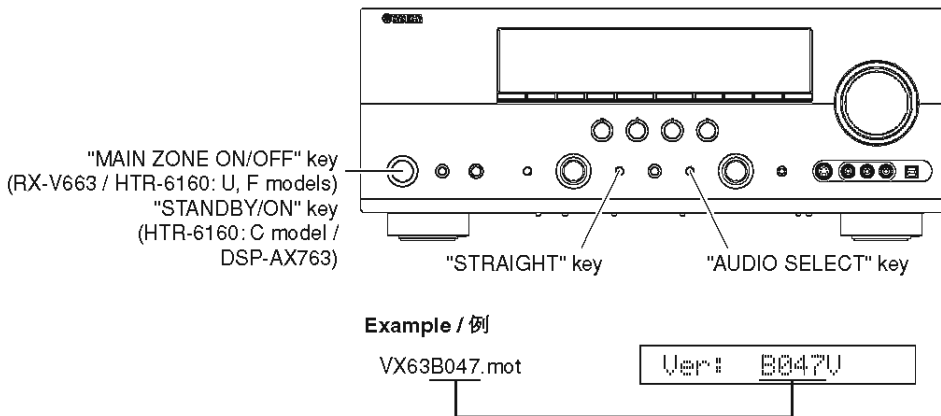

Fig. 5
2. Press the "MAIN ZONE ON/OFF" (RX-V663 / HTR-6160: U, F models) / "STANDBY/ON" (HTR-6160: C model / DSP-AX763: B model) key while simultaneously pressing the "STRAIGHT" and "AUDIO SELECT" keys. (Fig. 5)
Confirm the displayed firmware version is the same as the written firmware version. (Fig. 5)
2. "STRAIGHT"キーと"AUDIO SELECT"キーを押しながら、"STANDBY/ON"キーを押し、ダイアグを起動します。(Fig. 5)
表示されたファームウェアのバージョンが書き込んだファームウェアのバージョンと同じであることを確認します。(Fig. 5)
Confirm the displayed checksum is the same as the written firmware checksum. (Fig. 5)